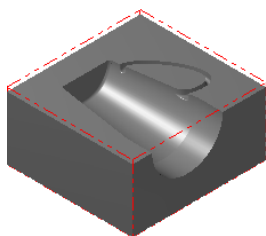

图 21.3 显示工件
Step4. 单击“机器群组属性”对话框中的 **✓** 按钮，完成工件的设置。此时零件如图 21.3 所示，从图中可以观察到零件的边缘多了红色的双点画线，双点画线围成的图形即为工件。